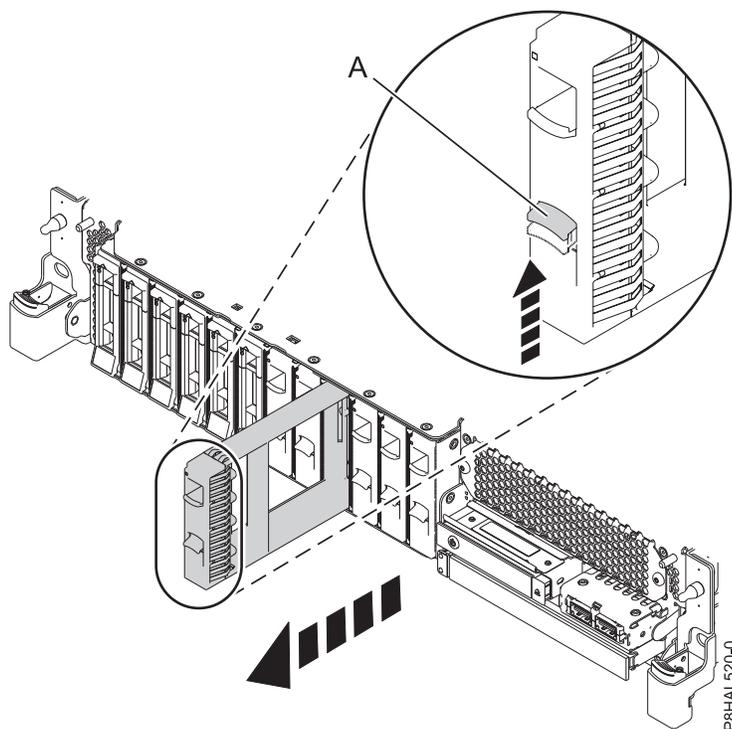
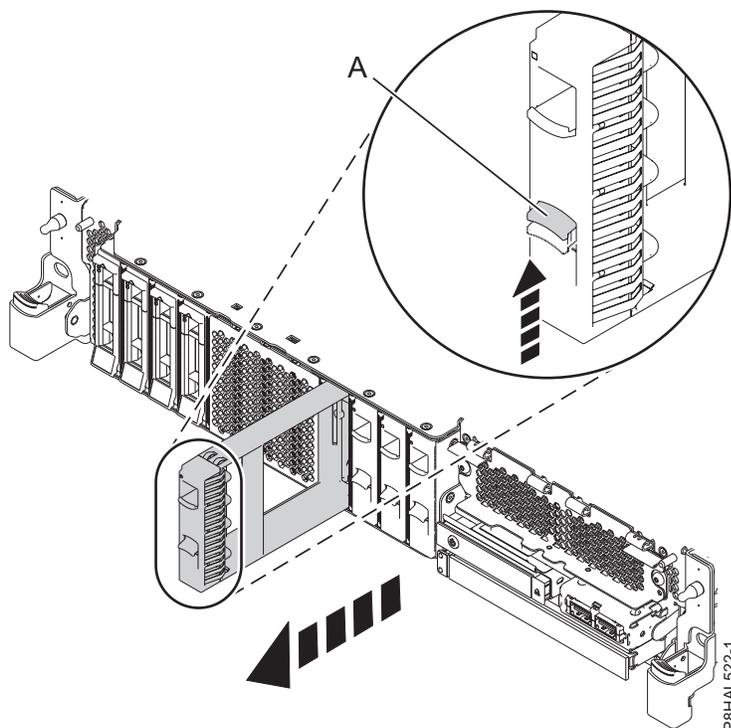

図 100. 基本機能 システムからのディスク・ドライブ・フィラーの取り外し
図 101. 拡張機能 システムからのディスク・ドライブ・フィルターの取り外し
3. フィラーのハンドルのロック (A) を、図 100 および 109 ページの図 101 に示されている方向に押し込みます。